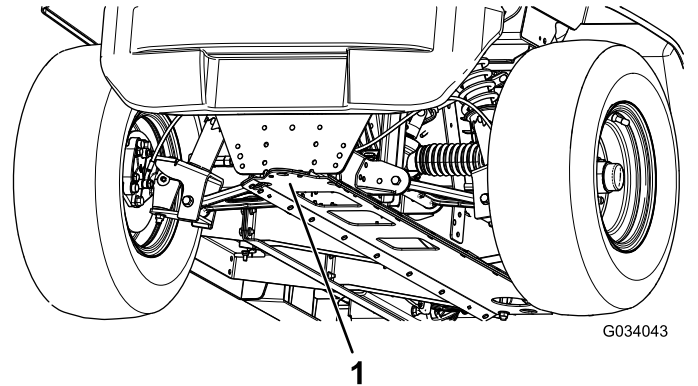

Figura 22
- El punto de elevación de la parte delantera de la máquina se encuentra en la parte delantera del bastidor, detrás del punto de remolque (Figura 22).